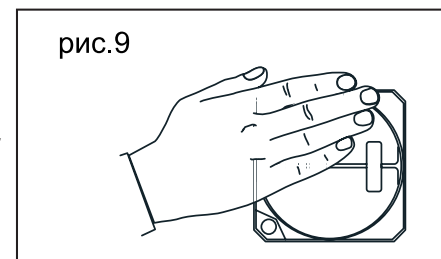

рис.9
**Пояснение:** Клавиши **поз. 1** и **2** представляют собой емкостные сенсоры, для надежного срабатывания которых, необходимо обеспечить достаточную площадь соприкосновения с ладонью (**рис.9** и **10**) (касания подушечками пальцев может оказаться недостаточным). При длительном касании указанных клавиш (более 1 сек.) и удержании руки происходит увеличение/уменьшение яркости, при кратковременном касании (0,5 сек.) происходит быстрое включение/выключение света.